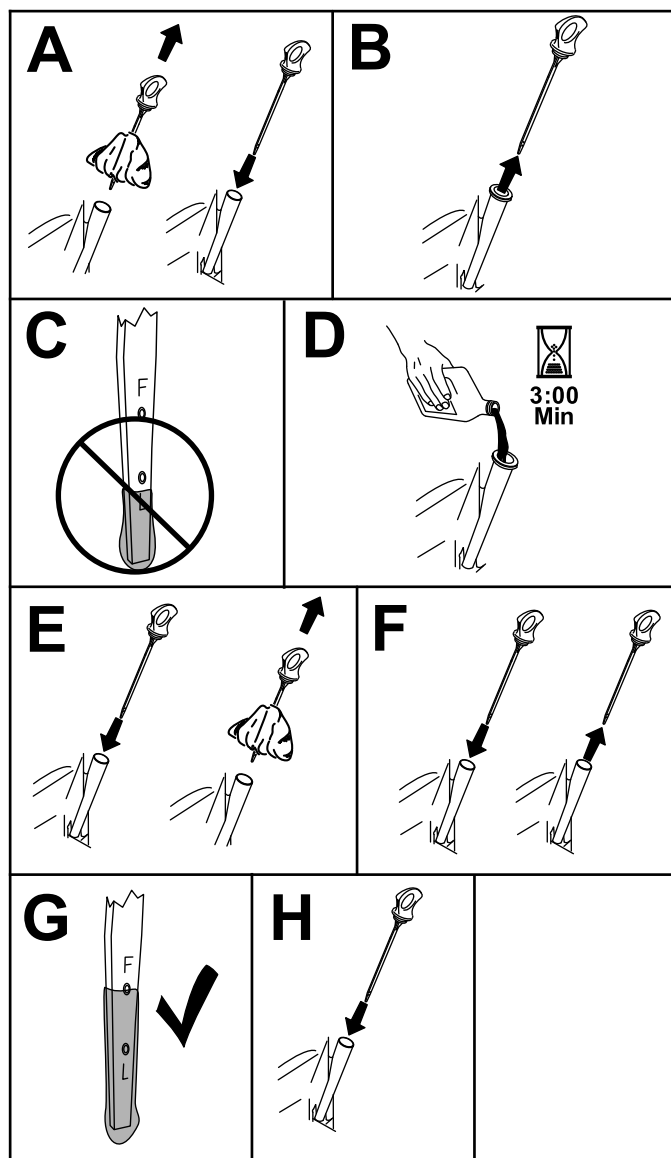

Figure 44
3. Pour éviter de faire tomber de l'herbe, de la poussière, etc., dans le moteur, nettoyez la surface autour du bouchon de remplissage-jauge d'huile, avant de l'enlever (Figure 44).